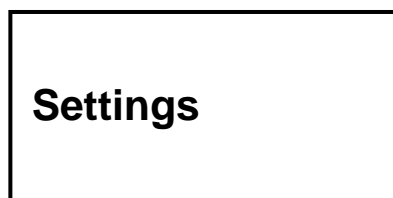

Fig. 4-8
2). Press  button and choose “Settings” (Fig. 4-8).